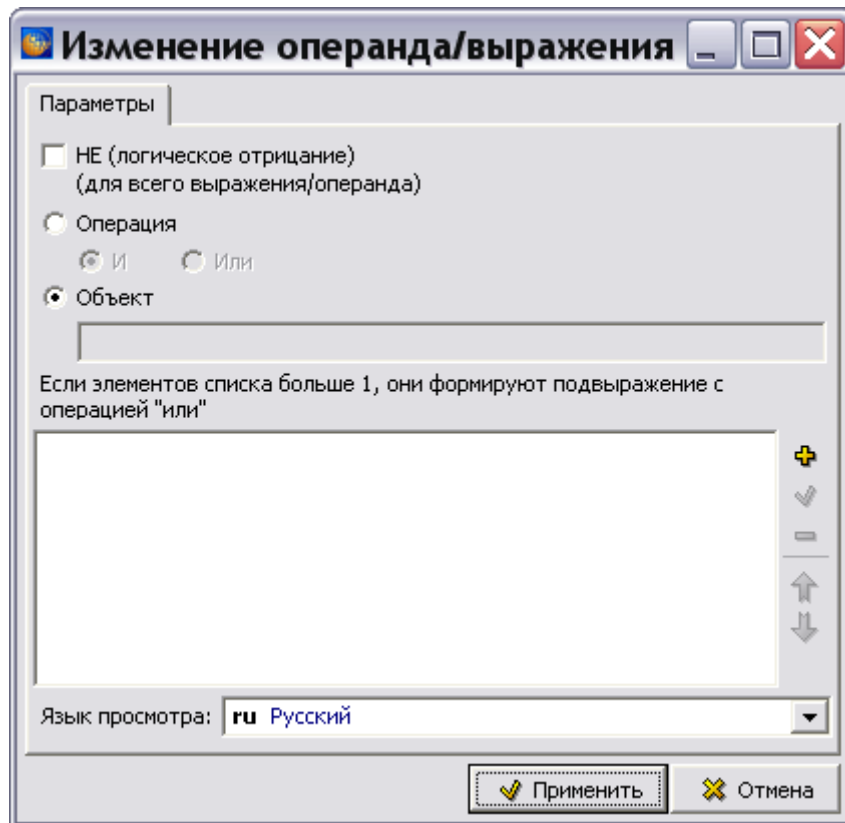

Рис. 93
4. Выделите в левой части окна строку «...» и нажмите на кнопку **Изменить операнд/операцию (F2)** . При этом откроется диалоговое окно **Изменение операнда/выражения** (Рис. 93).
- Для того, чтобы задать операнды для операции «И», выделите её и нажмите на кнопку **Добавить операнд текущей операции** . После этого снова откроется диалоговое окно **Изменение операнда/выражения** (Рис. 93). По умолчанию включена радиокнопка **Объект**.